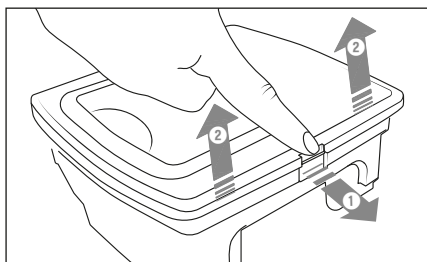

Fig. 7
- 2) Hapni kyçin në kapakun e koshit të pluhurit **12** dhe paloseni atë (shih Fig. 7).